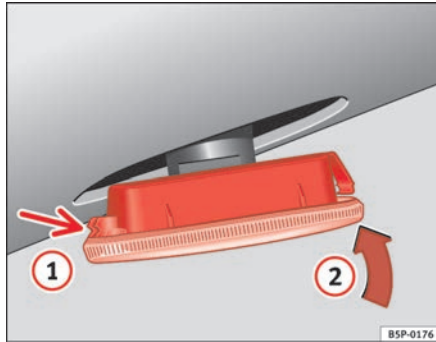

Abb. 190 Seitlicher Blinker
- Setzen Sie den Blinker zuerst in der Aufnahme der Karosserie ein, wobei die Halterungen richtig einrasten müssen ⇒ Abb. 190, Pfeil ①.
- Setzen Sie die Lampe in Richtung Pfeil ② ⇒ Abb. 190 ein. ■